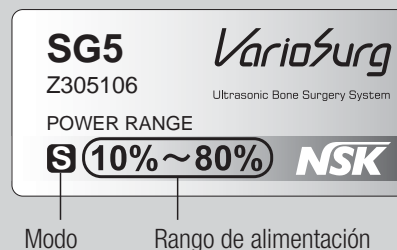

Fig. 21
- Utilice la punta en el modo y dentro del rango de alimentación mostrado en la etiqueta de la caja de la punta. Si se utiliza fuera de este rango de alimentación prescrito, la punta podría romperse o la superficie del diente o tejidos blandos podrían verse dañados. (Fig. 21)